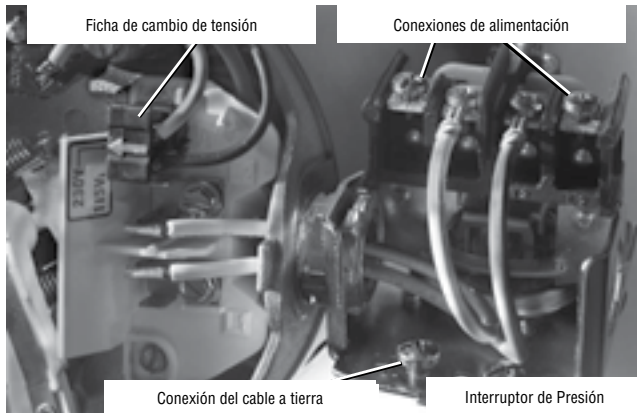

Figura 5: Tensión configurada para 230 V, tipo ficha.
4. Conecte los conductores de alimentación a los dos tornillos exteriores en el manóstato según se ilustra en el Figura 5.
5. Conecte el cable a tierra a una de las conexiones a tierra según se ilustra en la Figura 5.
1. Conecte el alambre de puesta a tierra primero según se ilustra en la Figura 5. El alambre de puesta a tierra debe ser un alambre de cobre sólido por lo menos tan grande como los alambres de suministro de corriente.
4. Conecte los alambres de suministro de corriente al conmutador de presión según se ilustra en la Figura 5.